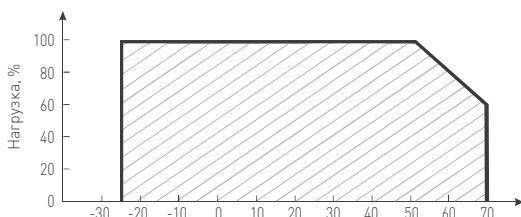

Рис. 2. Максимальная допустимая нагрузка, % от мощности источника.
Температура окружающей среды	-25...+50 °C [см. Рис. 2]
- ↗ Температура окружающего воздуха от -25 до +50 °C [см. Рис. 2, график зависимости максимально допустимой нагрузки от температуры окружающей среды];
- Учитывайте, что с повышением температуры окружающей среды, максимальная мощность источника питания снижается, см. график зависимости максимально допустимой нагрузки от температуры окружающей среды на Рис. 2.